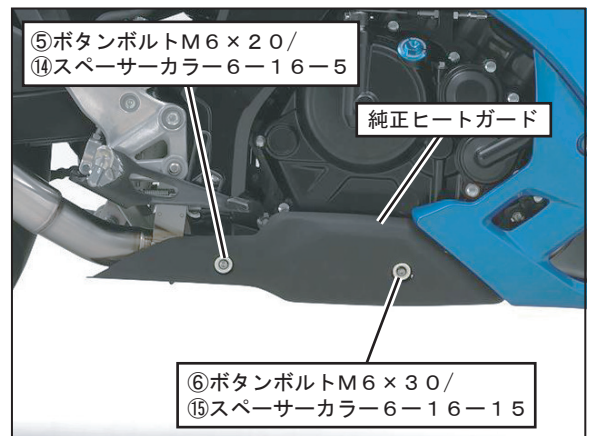

FIG. 17
16. ヒートガードをサイドカウルに合わせて位置を調整し、仮締めしたボルト、バンドを規定トルクで締め付けて下さい。（FIG. 17 参照）